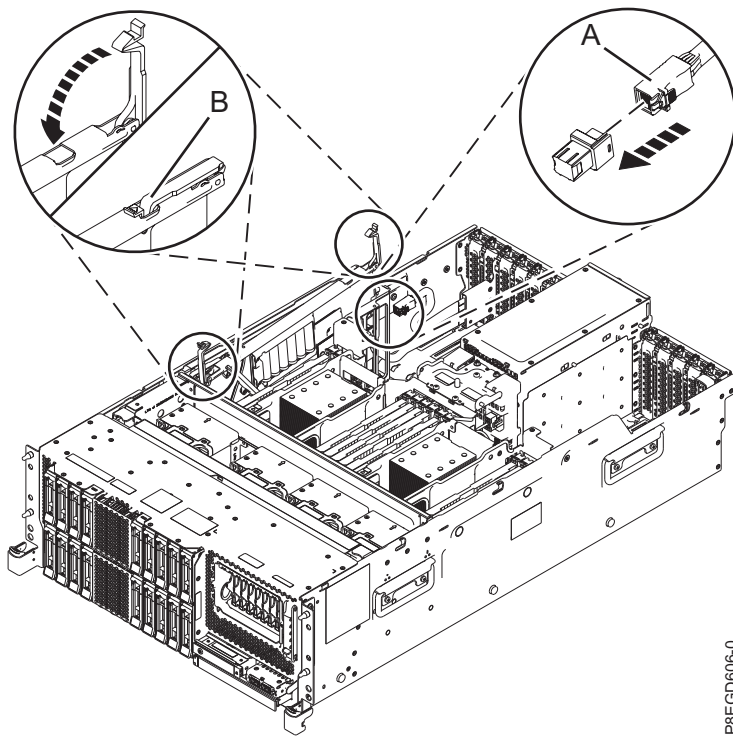

図 8. スロット位置 C15 への背面 SAS ケーブルの再取り付け
7. 10 ページの図 8 に示すように、上部背面 SAS ケーブル (A) を、SAS RAID 内部アダプターの背面コネクタに接続します。
8. SAS RAID 内部アダプターをここで完全に設置して、このアダプターの取り付けを完了します。アダプターが配置ピンに取り付けられていることを確認します。青いハンドル (B) を図に示されている方向に押します。10 ページの図 8 を参照してください。